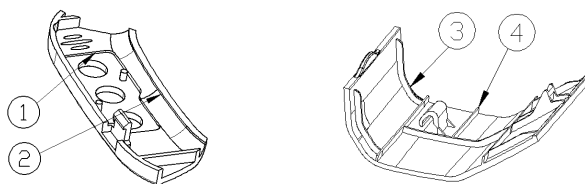

图 2-4 4 种方法中的目标面
- 1) 以面为基准拔模：适用于修改底端面为平面的目标面，如图 2-4 中①所示。
- 2) 以线为基准拔模：适用于修改底端面为曲面或斜面的目标面，如图 2-4 中②④所示。
- 4) 创建曲面拔模：适用于修改底端面为斜度较大或接近于竖直的目标面，如图 2-4 中③所示。